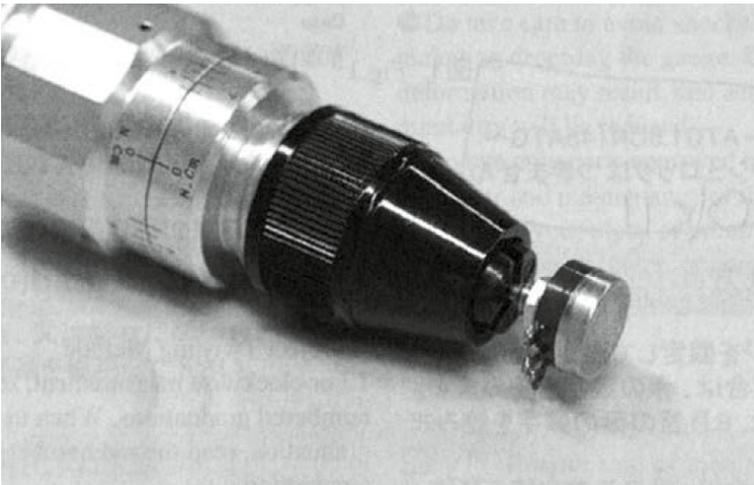

Abb. 1 (hier mit Verwendung des Sonderzubehörs #322)
■ Messmethode Objekt drehen (Abb. 1)